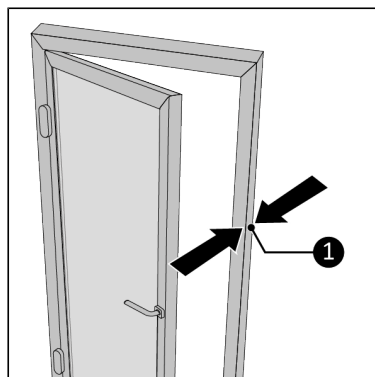

Rysunek 213.
6. Przyklej papier ścierny (Rysunek 213, poz. 2) po wewnętrznej stronie dolnej części uchwytu (Rysunek 213, poz. 1). Upewnij się, że otwór w papierze ściernym jest wyrównany z otworem we wsporniku.